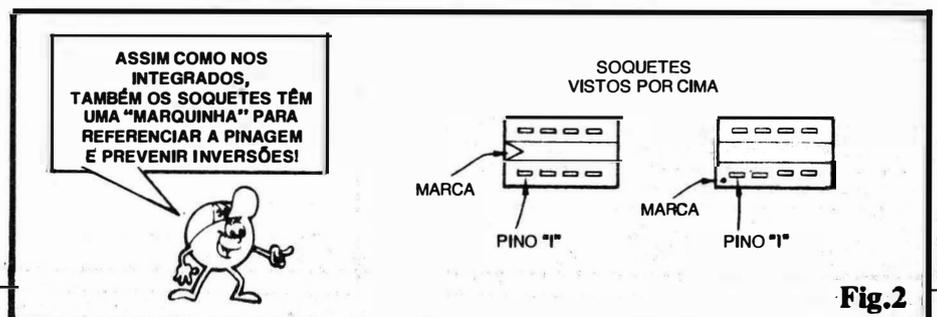

Fig. 2
- FIG. 2 - SOQUETES TAMBÉM TÊM A "MARQUINHA" DE REFERÊNCIA - Dissemos, aí atrás, que não haveria problema num soquete ser, eventualmente, soldado "invertido" a uma placa... Entretanto, é óbvio que se as "coisas" forem feitas da maneira correta, melhor! Além disso, é sempre bom manter uma referência visual consistente, no próprio soquete, sobre **qual a posição correta** de inserção do Integrado... Nós já vimos, em TRUQUES & DICAS anteriores, como a pinagem dos Integrados DIL é identificada, numerada ou "contada", sempre em sentido anti-horário, e a partir da extremidade da peça que contém uma pequena marca (um chanfrinho, um ponto colorido, em depressão ou relevo...), olhando-se a peça por cima (pelas "costas"...). Um sistema muito semelhante é adotado pelos fabricantes dos soquetes: na maioria deles, ou existe um pequeno chanfro em "V" numa das extremidades, ou um ponto nítido (em relevo ou depressão) junto a um dos cantos, ou mesmo, em alguns casos, o algarismo "1" demarcado em relevo junto ao respectivo pino. Para todos os efeitos práticos, aos soldarmos um soquete numa placa de Impresso, consideramos o posicionamento da sua "marquinha" exatamente como faríamos **diretamente** com um Integrado! Simplesmente, quando chegar o momento de "enfiar" as "pernas" do dito Integrado no soquete, basta respeitarmos essa referência (extremidade "marcada" do Integrado coincidindo com a extremidade "marcada" do soquete...).